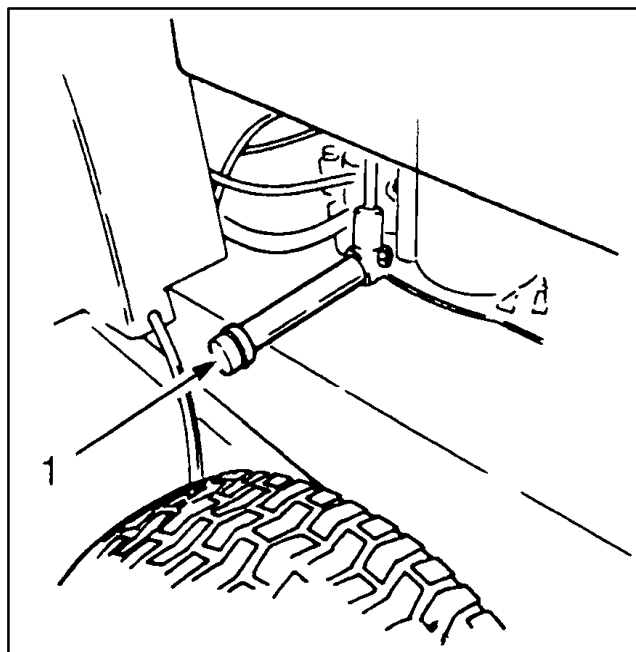

Figure 14
- Couper le moteur et placer un récipient sous le bouchon de vidange (Fig.14). Déposer le bouchon de vidange et laisser l'huile s'écouler dans le récipient. Reposer le bouchon de vidange lorsque toute l'huile s'est écoulée.